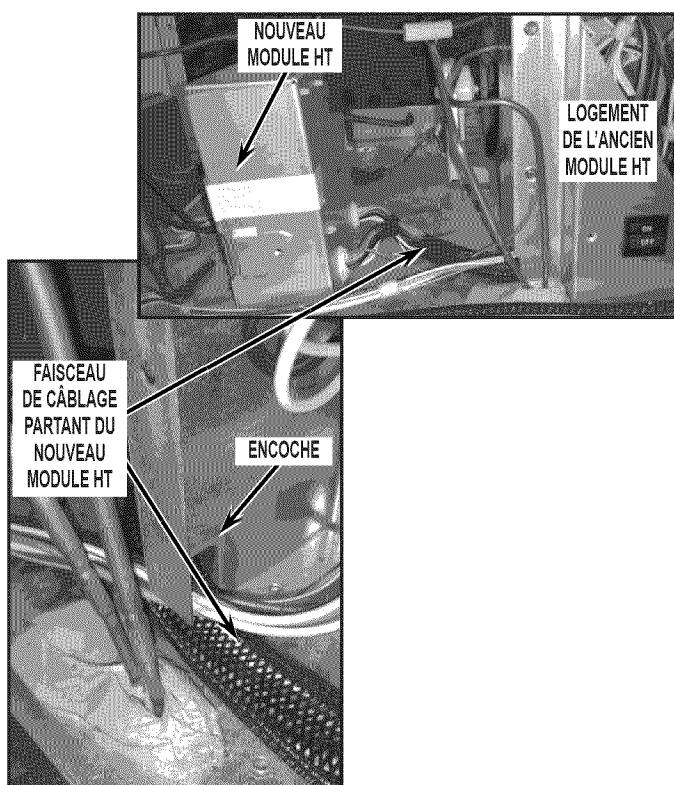

FIGURE 20
25. Placer le nouveau module HT sur la gauche de l'emplacement du logement de l'ancien module HT et acheminer le faisceau de câblage à travers l'encoche, à l'intérieur du logement de l'ancien module HT comme illustré, et effectuer le raccordement de tous les connecteurs retirés de l'ancienne carte HT à l'étape 22. Voir Figure 20.